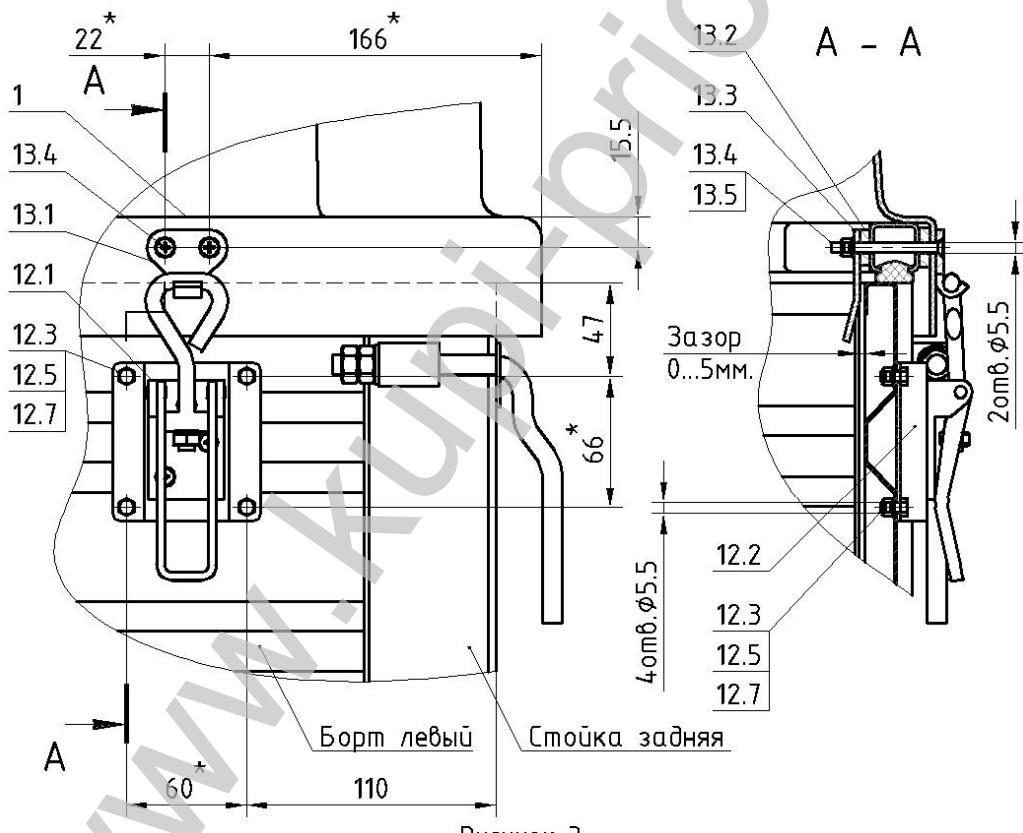

Рисунок 3.
17. Просверлить отверстия Ø5.5мм под замки 12, используя подставку замка 12.2 как шаблон, на расстоянии 110мм от задней стойки и 47мм от верхнего края борта (рис. 3).
22. Установить в соответствующем порядке (рис. 3, сечение А-А) винты 13.4, крючок 13.1, проставочную пластину 13.2 и ловушку 13.3.